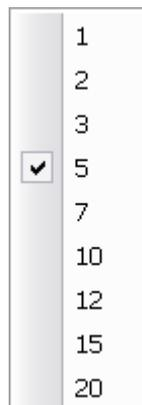

Рис. 2-18
2. В открывшемся списке толщин линии в пунктах выберите нужное значение (рис. 2-18).